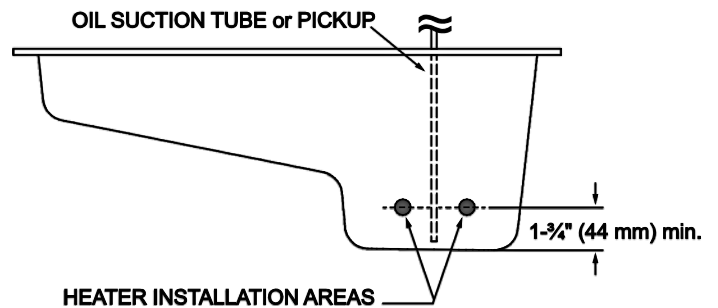

图 5. 可能的加热器安装区域。使加热器远离吸油管。
4. 将机油加热器安装在油盘或机油箱一侧较低的地方。切勿将加热器安装在低于距离机油箱底部或内壁  $1\frac{3}{4}$  英寸(44 mm) 的地方。使加热器远离内部对象。见图 5。